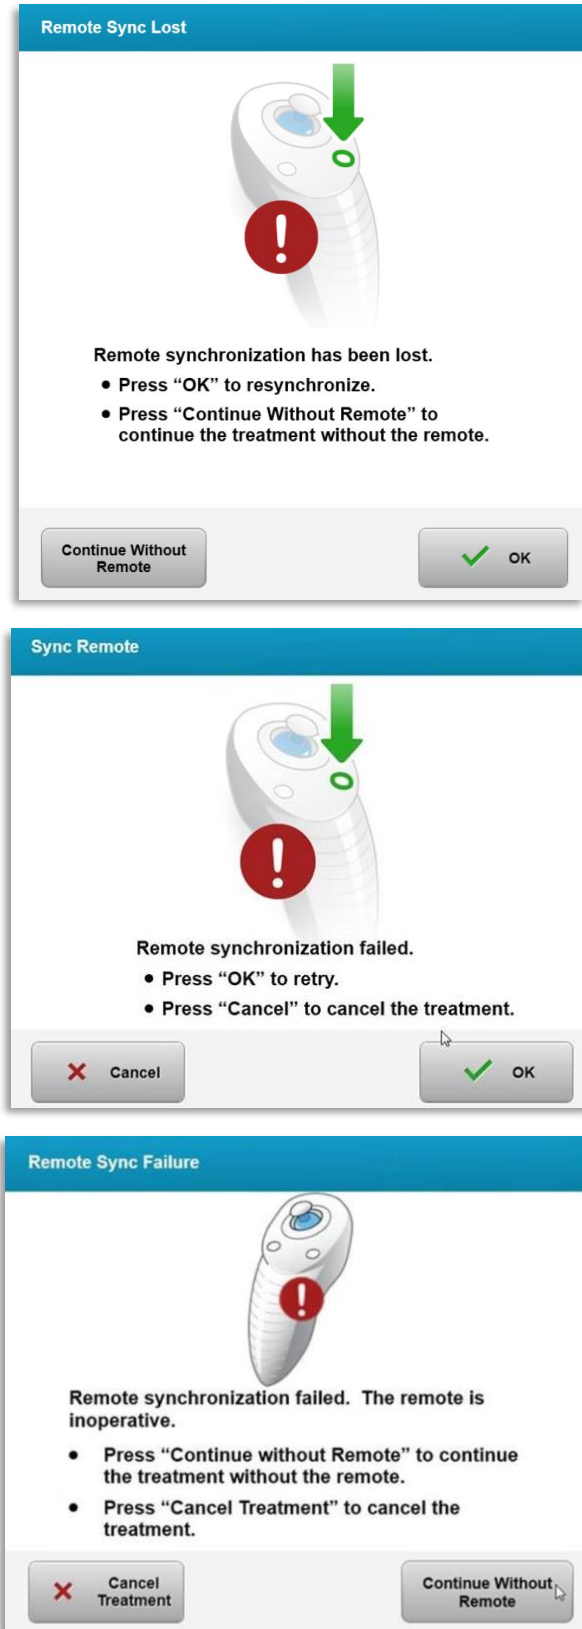
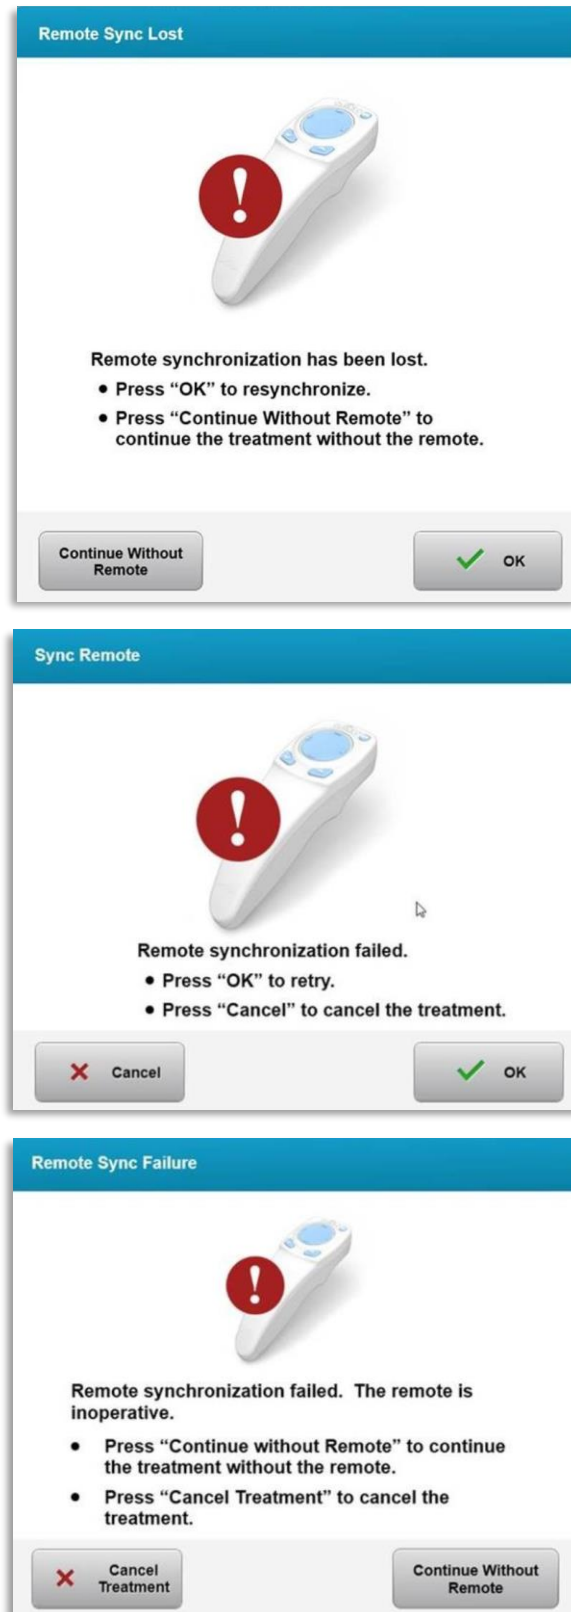

Figura 4-2. Sincronizare pierdută telecomandă pentru aliniere - Telecomandă originală
Figura 4-3. Sincronizare pierdută telecomandă pentru aliniere - Telecomandă model nou
- Figura 4-2 ilustrează indicațiile afișate pe ecran pentru sistemele KXL ce folosesc telecomanda originală; Figura 4-3 ilustrează indicațiile afișate pe ecran pentru sistemele KXL ce folosesc telecomanda model nou.